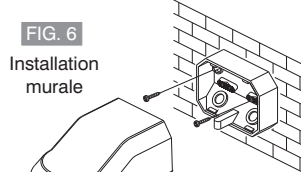

FIG. 6
- Enlever la plaque de support postérieure (tenue par 1 vis sur le fond) par le boîtier du détecteur (FIG. 6).
- Entfernen Sie die rückwärtige Montageplatte (die mit einer Schraube an der Unterseite befestigt ist) vom Sensorgehäuse (ABB. 6).